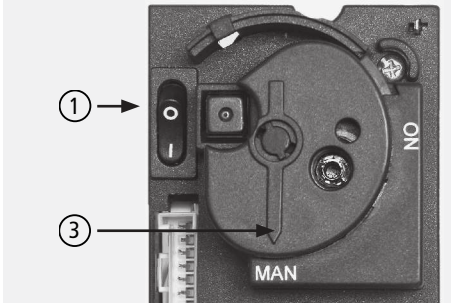

Abb. 4.19 Stellknopf
- ⑩ Den Stellknopf des Gasreglers (Regulierung des Flächenbrenners) langsam bis zum Anschlag zurück in Richtung „ON“ drehen. Dieser Stellknopf hat eine Rutschkupplung. Nicht mit allzu großer Kraft verstellen und nicht über den Endanschlag drehen!
- ⑪ Zum Ausschalten des CARISMO den Hauptschalter der Steuer- und Reglereinheit ausschalten, Stellung „O“ (siehe „Abb. 4.19 Stellknopf“ auf Seite 25).